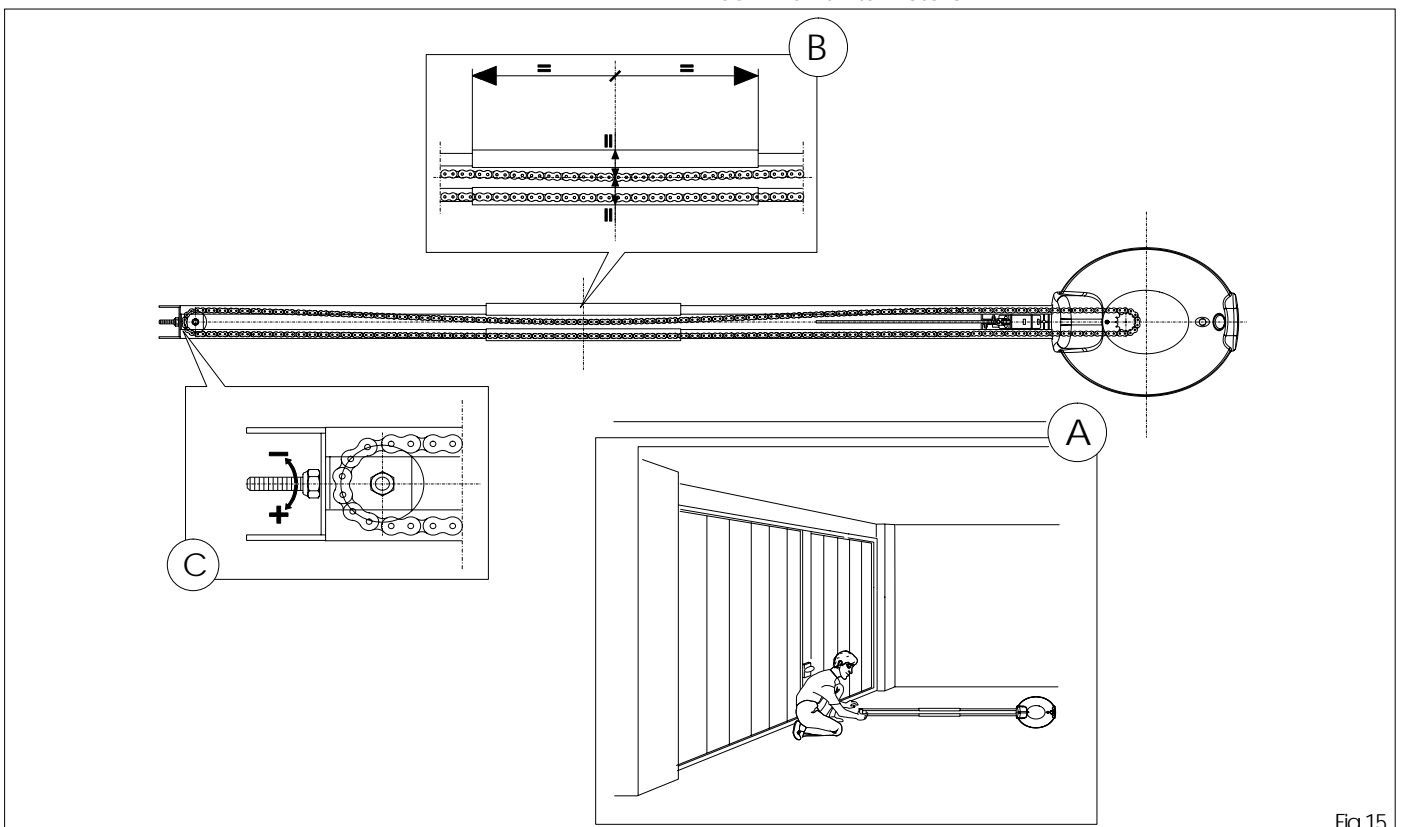

Fig.15
5.11 Posizionare l'operatore a terra verticalmente rispetto al pavimento (fig. 15 rif. A).
5.12 Verificare il tensionamento della catena assicurandosi che le due distanze catena inferiore - catena superiore e catena superiore - giunto binario superiore siano uguali come mostrato in fig. 15 rif. B.
5.13 Regolare, se necessario la tensione della catena agendo sull'apposito dado come indicato in fig. 15 rif. C.